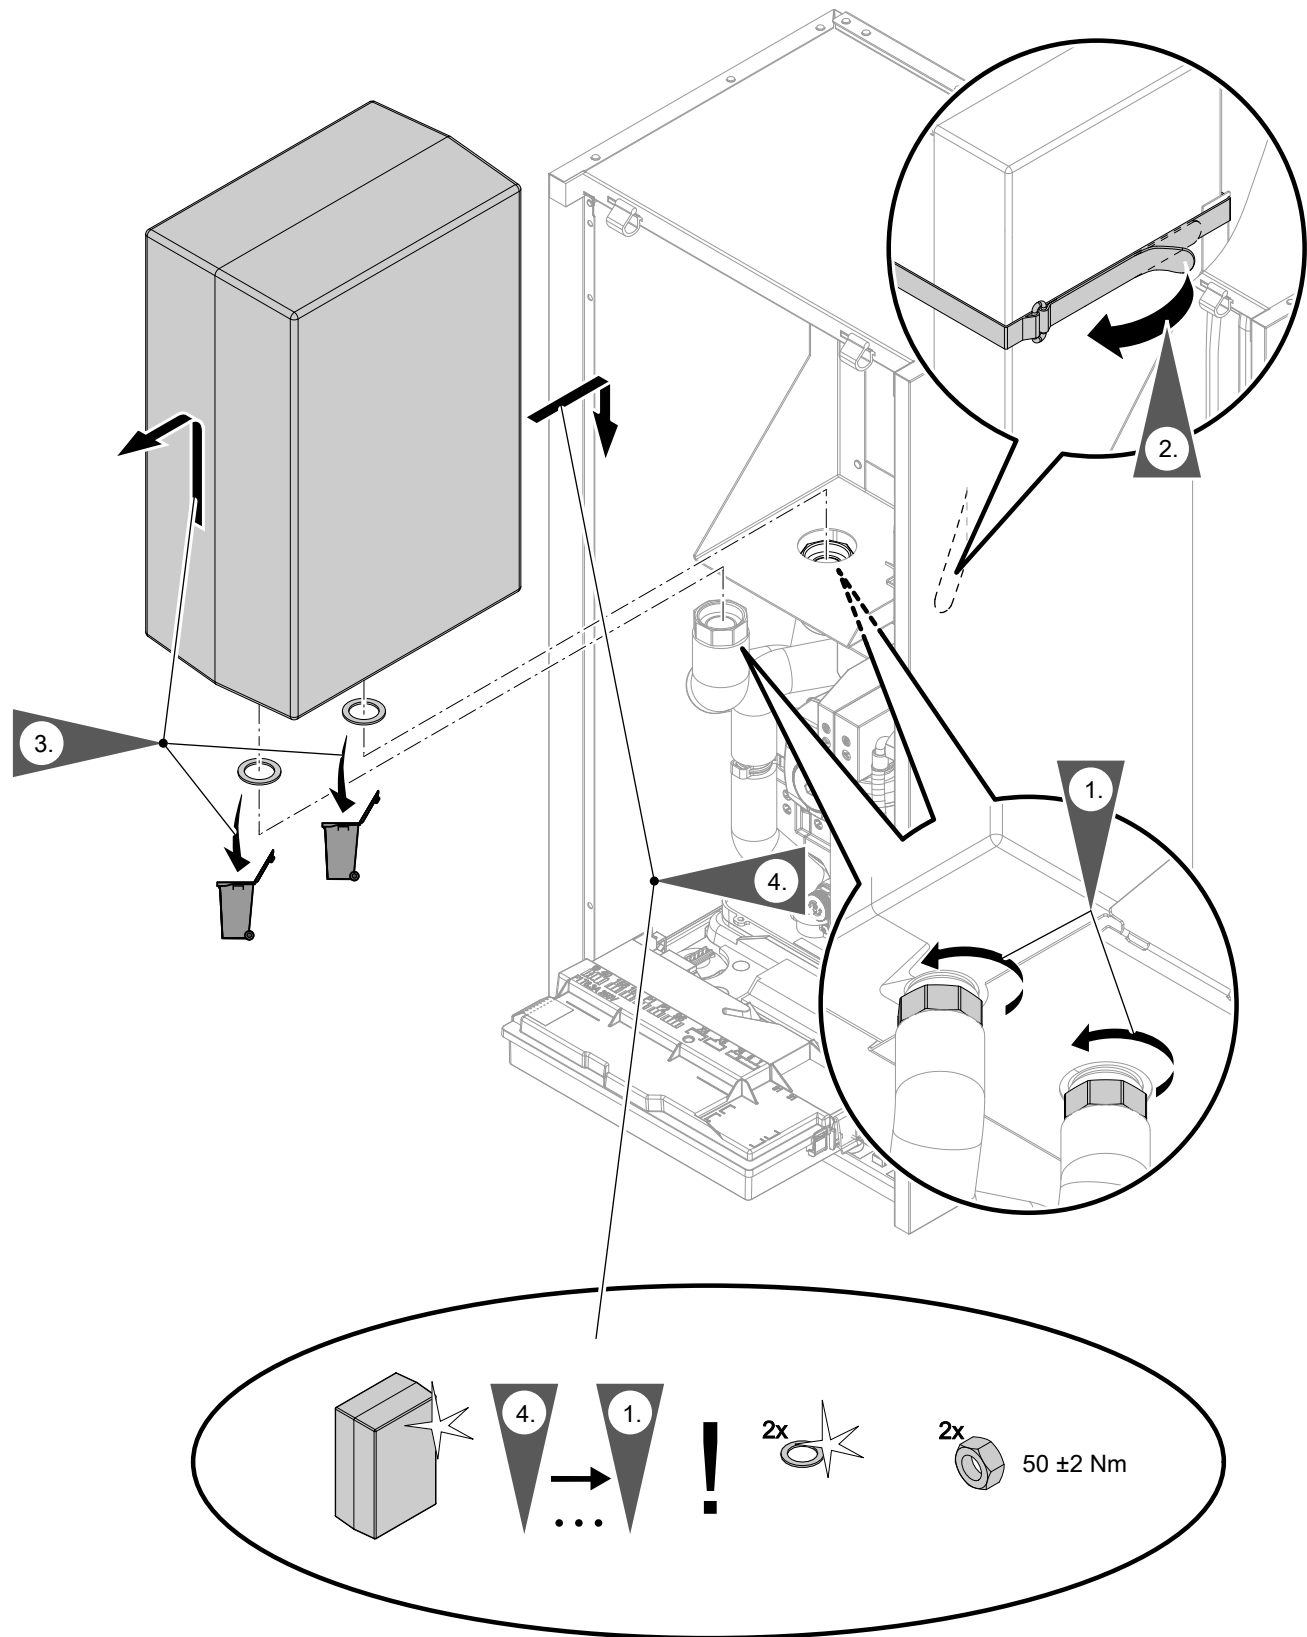

Abb. 88
- Integrierter Pufferspeicher: Siehe Abb. 88.